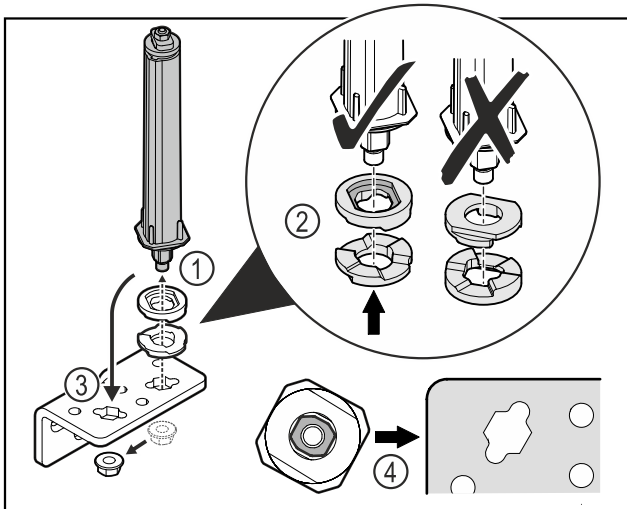

Fig. 35
- Moer losmaken en deursluitsysteem verwijderen Fig. 35 (1).
- De correcte uitlijning van de hoogte-instelschijven in acht nemen Fig. 35 (2).
- Deursluitsysteem in de scharnierhoek verplaatsen en met de moer vastzetten Fig. 35 (3).
- Bij het plaatsen de correcte uitlijning van het deursluit-systeem in acht nemen Fig. 35 (4).